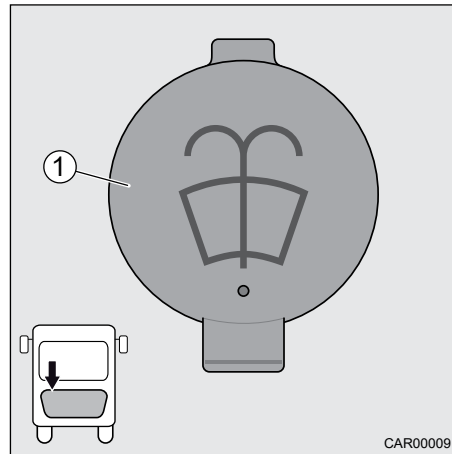

Fig. 15 Réservoir à liquide lave-glace
2. Ouvrir le bouchon de remplissage (Fig. 15, pos. 1).
4. Fermer le bouchon de remplissage (Fig. 15, pos. 1).